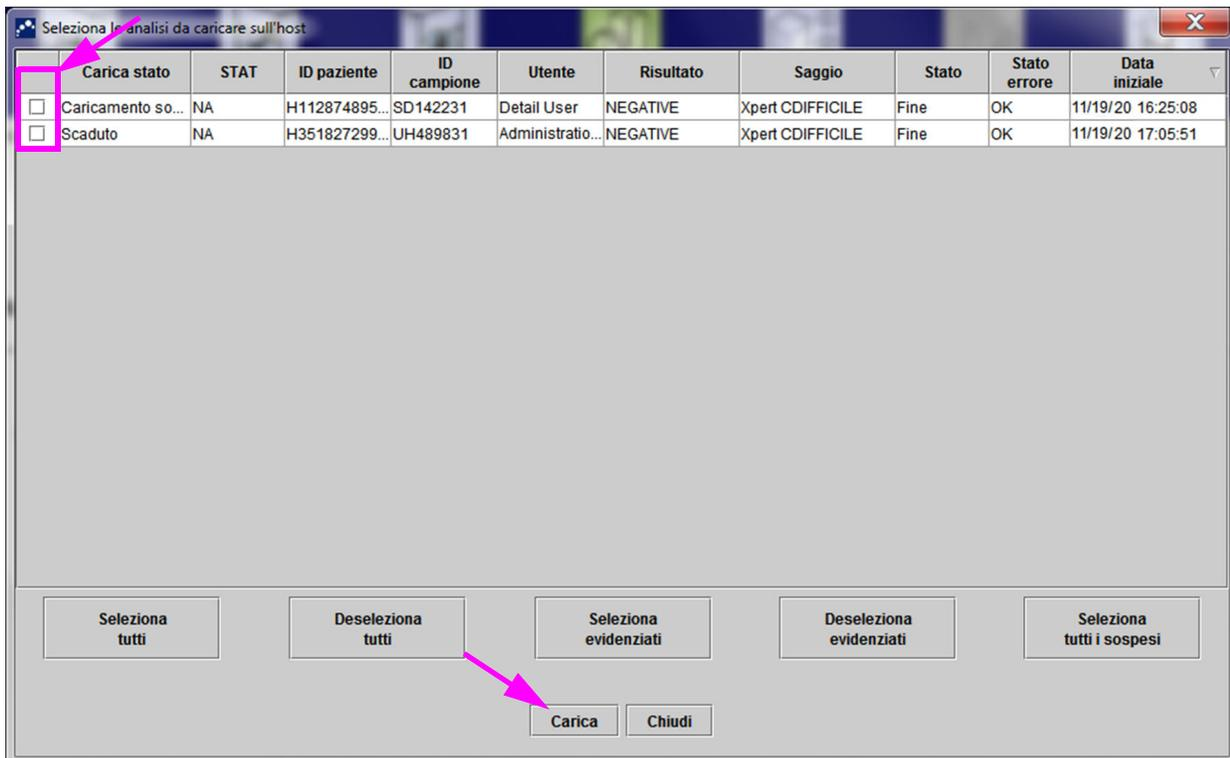
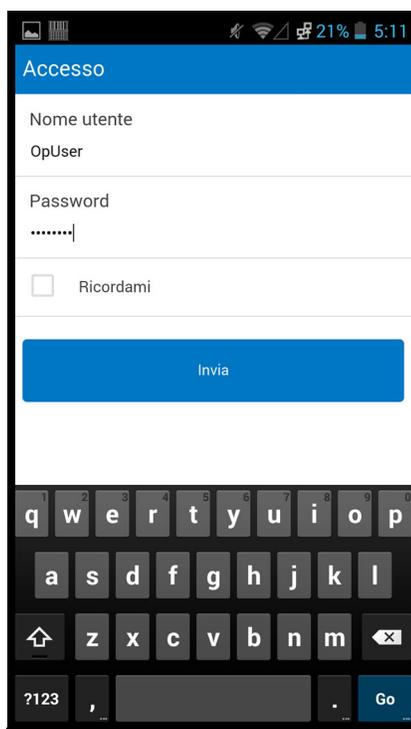

Figura 5-100. Finestra Seleziona le analisi da caricare sull'host
Figura 5-101. Schermata di login del lettore di codici a barre Cepheid Link
3. Accedere al lettore di codici a barre Cepheid Link utilizzando il nome utente e la password assegnati (vedere la Figura 5-100). Comparirà la schermata Scan Sample (Esegui la scansione del campione). Vedere la Figura 5-101.
- 1) Toccare l'area **Codice a barre** della schermata (vedere la Figura 5-101). Comparirà una tastiera (vedere la Figura 5-104) che consente di immettere manualmente l'ID del campione.
- Se invece l'appaiamento non va a buon fine, comparirà la schermata rossa con una x bianca, accompagnata da un messaggio di errore (vedere la Figura 5-107 per un esempio). Toccare il pulsante **Ok** per ritornare alla schermata Scansione cartuccia. Il lettore di codici a barre ritornerà alla schermata Scansione campione (vedere la Figura 5-101).
- Sul lettore di codici a barre comparirà la schermata Confirmation (Conferma) (vedere la Figura 5-109), se le aliquote non sono richieste e se è abilitata l'opzione Conferma, oppure ritornerà alla schermata Scansione campione (vedere la Figura 5-101).
- Toccare **Ricomincia** per non eseguire la scansione dell'aliquota e ritornare alla schermata Scansione campione. Vedere la Figura 5-101. Dopo aver toccato il pulsante **Ricomincia** comparirà una schermata di conferma.
- Se il saggio è impostato per aliquote ma il campione non è stato suddiviso in aliquote, toccare **Salta** per saltare la scansione di un'aliquota. Sul lettore di codici a barre comparirà la schermata Conferma (vedere la Figura 5-109), se le aliquote non sono richieste e se è abilitata l'opzione Conferma, oppure ritornerà alla schermata Scansione campione (vedere la Figura 5-101).
- Toccare **Ricomincia** per non eseguire la scansione dell'aliquota e ritornare invece alla schermata Scansione campione (vedere la Figura 5-101). Dopo aver toccato il pulsante **Ricomincia** comparirà una schermata di conferma.
7. **(Facoltativo)** Sul lettore di codici a barre comparirà la schermata Conferma (vedere la Figura 5-109), se abilitata, oppure ritornerà alla schermata Scansione campione (vedere la Figura 5-101).
8. Se compare la schermata Conferma, toccare **Ricomincia** per andare alla schermata Scansione campione. Vedere la Figura 5-101.
10. Una volta eseguita la scansione di tutti i campioni e tutte le cartucce, disconnettersi da Cepheid Link. Accedere al menu del lettore di codici a barre toccando l'icona del menu nel menu a discesa (vedere la Figura 5-101). Verrà visualizzato il menu del lettore di codici a barre. Vedere la Figura 5-110.
12. Nella finestra di dialogo Disconnessione, toccare OK per disconnettere il lettore di codici a barre (vedere la Figura 5-111). Comparirà la schermata Accesso. Vedere la Figura 5-100.